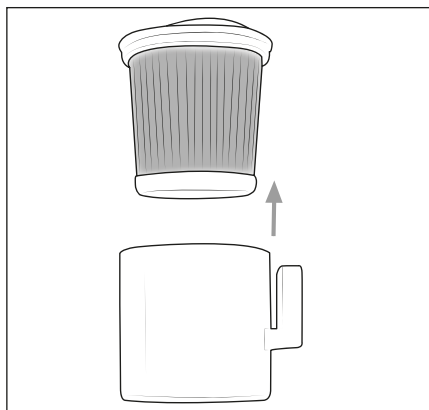

Fig. 17
Retire o filtro HEPA ④ do recipiente do filtro HEPA ⑤, agarrando pela abertura existente no filtro HEPA ④ e puxando-o para fora do recipiente do filtro HEPA ⑤ (ver fig. 17).